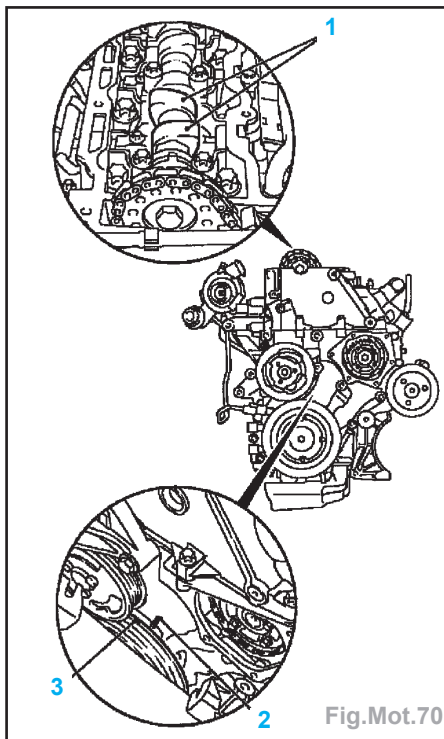

Fig.Mot.70
- Faire tourner lentement et de manière homogène le vilebrequin de deux tours (720°) dans le sens de rotation du moteur et l'amener juste avant le PMH du cylindre n° 1. Le repère sur la poulie de courroie trapézoïdale nervurée de vilebrequin (3) doit se trouver juste devant le culot (2) sur le carter de distribution. Les deux cames du cylindre 1 (1) doivent être orientées vers le haut (Fig. Mot.70).